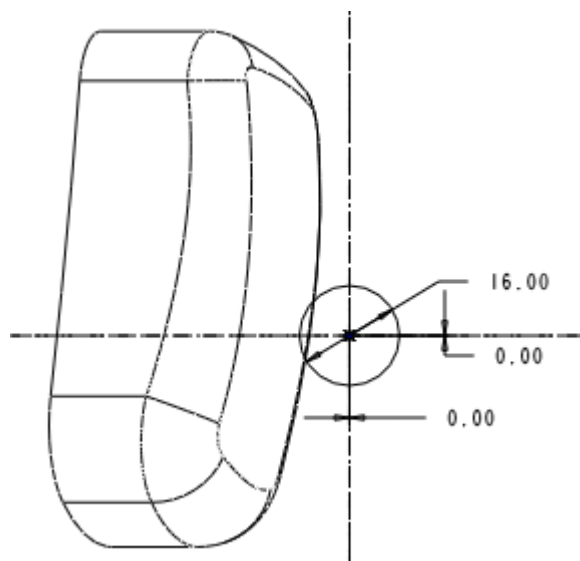

图 42-18
- (1) 单击 ，打开可变剖面扫描特征操控板。
- (2) 选择实体 、移除材料 ，选择步骤 7 绘制的曲线为扫描轨迹。
- (3) 单击 ，进入草绘工作环境，绘制如图 42-18 所示的一个圆作为扫描剖面。